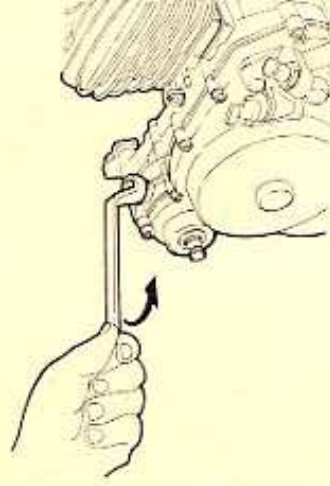

FIG. 12 Rimozione vite
8) Rimuovere la vite arresto scorrevole messa in moto (fig. 12).